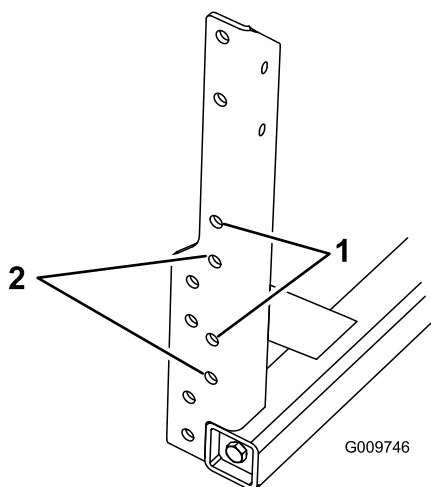

Figura 13
- Consultate la Figura 13 per individuare i fori di montaggio adeguati per installare la barra centrale sulla macchina.